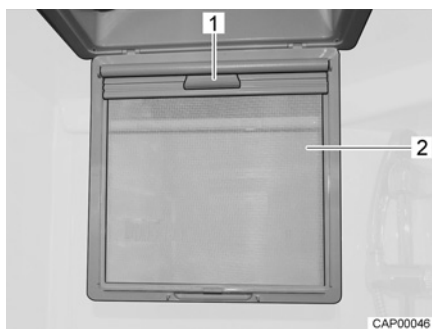

Fig. 34 Store occultant
- Rabattre la moustiquaire (Fig. 34,2) vers le bas.
- Tirer le store occultant vers le bas par la poignée (Fig. 34,1) jusqu'à ce qu'il s'enclenche du côté opposé.
- Désenclencher le store occultant par la poignée (Fig. 34,1) et le faire remonter lentement dans sa position initiale.
- Faire basculer la moustiquaire (Fig. 34,2) vers le haut jusqu'à ce qu'elle s'enclenche.